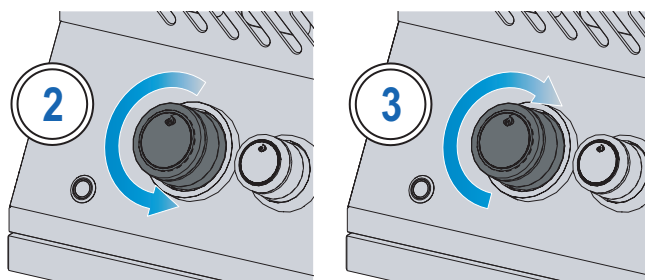

Abb. 1
4. Falls Zündflamme und Brenner nicht binnen fünf Sekunden zünden, drehen Sie den Bedienknopf im Uhrzeigersinn zurück auf AUS. Warten Sie fünf Minuten, bis sich das Gas verflüchtigt hat. Wiederholen Sie Schritt 2 und 3 oder verwenden Sie ein Streichholz zum Anzünden. **(Abb. 1)**.
5. Falls der Brenner nicht zündet, drehen Sie den Bedienknopf im Uhrzeigersinn zurück auf AUS. Warten Sie fünf Minuten. Wiederholen Sie Schritt 3 und 4. **(Abb. 1)**